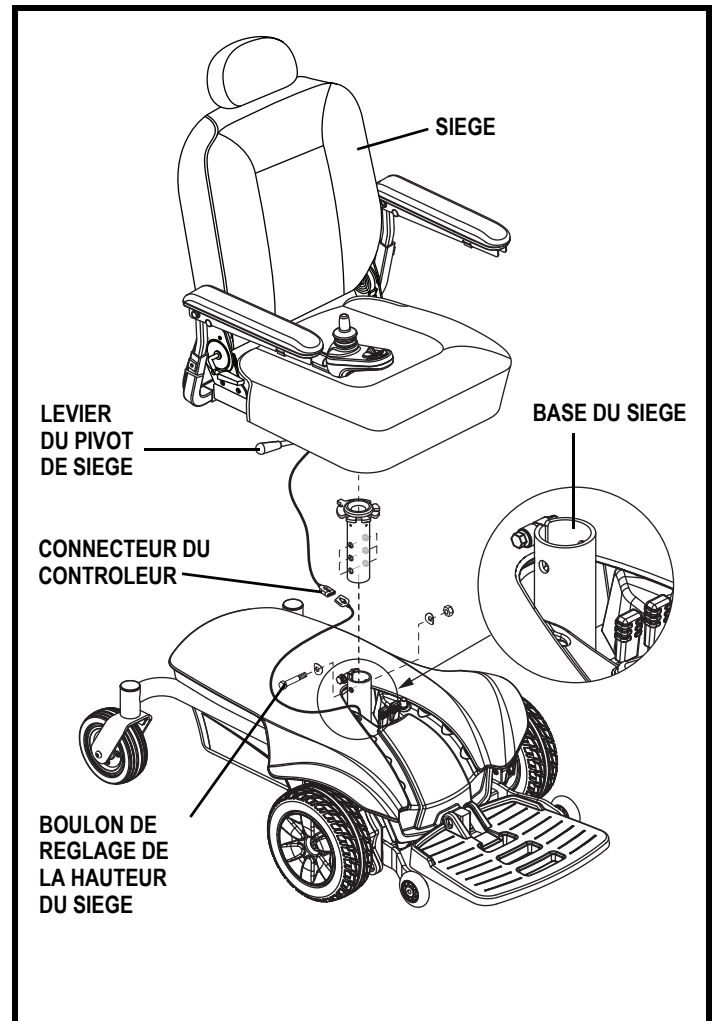

Figure 12. Réglage de la hauteur du siège
3. Débranchez le connecteur du contrôleur de la base motorisée. **Voir la figure 12.**
4. Déverrouillez le siège à l'aide de son levier. **Voir la figure 12.**
6. Desserrez le boulon et son écrou sur l'arrière du mât du siège. **Voir la figure 12.**
7. Retirez le boulon de réglage, la rondelle et son écrou. **Voir la figure 12.**